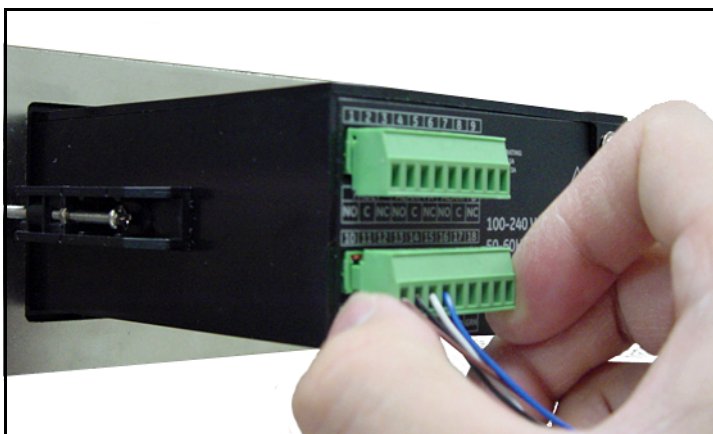

Figure 29: De connector opnieuw in het aansluitblok steken
4. Steek de connector opnieuw in het onderste aansluitblok aan de achterkant van de **dew.IQ** (zie Figure 29 hieronder).